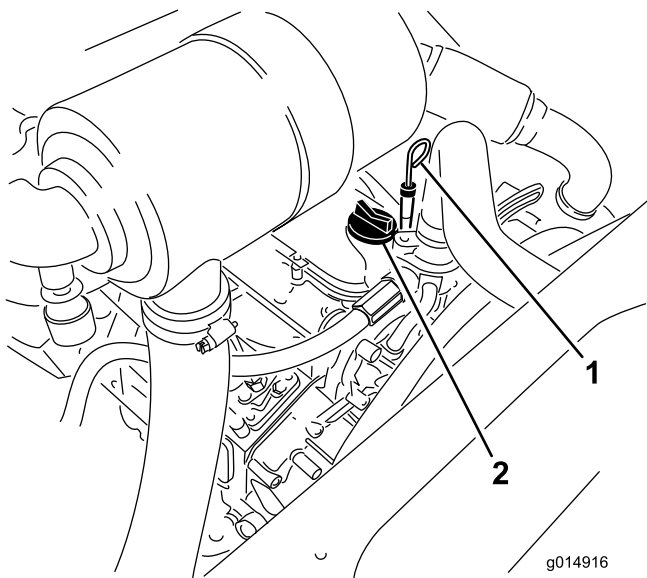

Figura 26
3. Togliete l'asta di livello, asciugatela e reinseritela (Figura 26).
5. Se l'olio non raggiunge la tacca Full, togliete il tappo di riempimento (Figura 26) e aggiungete olio finché il livello non raggiunge la tacca.